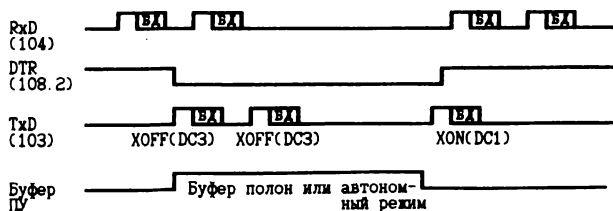

Рис. 2.5. Временная диаграмма передачи данных по протоколу XON/XOFF
*Протокол XON/XOFF* наиболее часто используется в ПУ с последовательным интерфейсом. Суть этого протокола заключается в том, что для прекращения передачи данных ПУ посылает ПЭВМ по цепи TxD (103) команду XOFF, а для возобновления передачи данных — команду XON. Временная диаграмма протокола приведена на рис. 2.5.